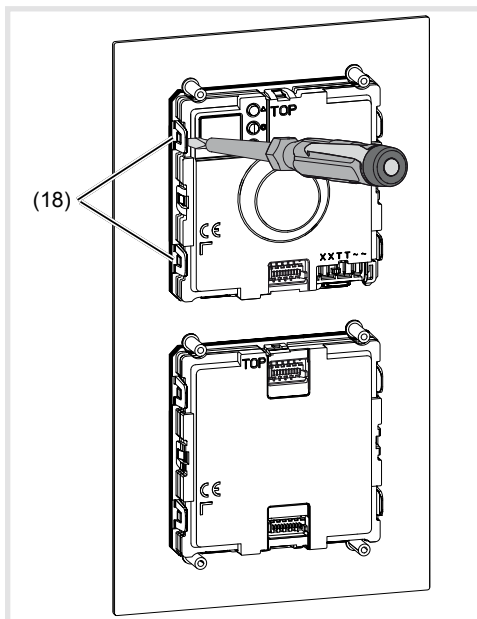

Bild 17: Modul entriegeln
- Zur Modul Entnahme die seitlichen Haltelaschen (18) der Modul-Halterung durch vorsichtiges Hebeln mit einem Schraubendreher entriegeln (Bild 17).